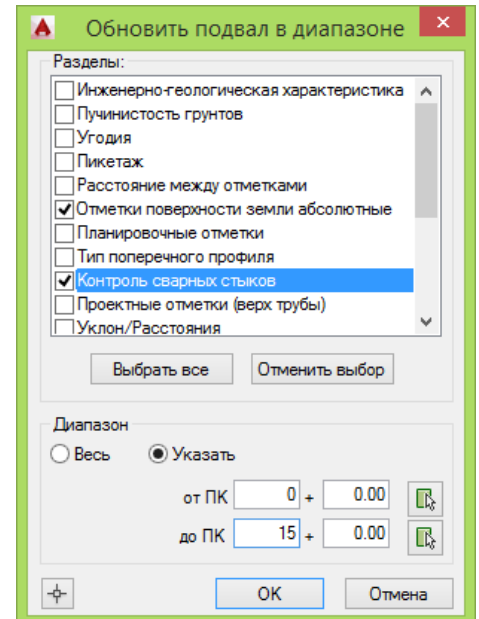

Рис. 76. Используя команду *Обновить диапазон*, можно указать отдельные разделы и диапазон, в котором необходимо обновить подвал.
2. В диалоговом окне *Обновить подвал в диапазоне* (см. Рис. 76) отметить нужные разделы и задать диапазон обновления.